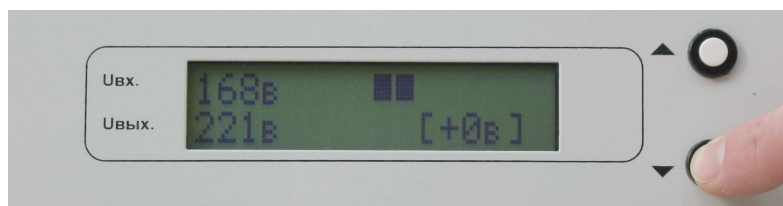

Рис. 2
1. Нажать и удерживать кнопку “ВНИЗ” (4 сек.) до появления на ЖК индикаторе, в нижней строке справа, числа в скобках [+0В], отображающее корректирующую величину среднего выходного напряжения (Рис.2).